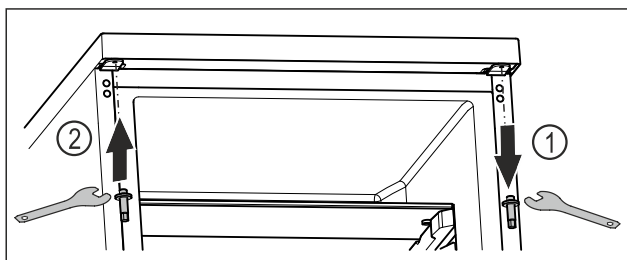

Fig. 15
- ▶ Odvrnite gornji svornjak s pomoću vanjskog šesterostranog ključa. Fig. 15 (1)
- ▶ Pritegnite svornjak na suprotnoj strani s pomoću vanjskog šesterostranog ključa. Fig. 15 (2)